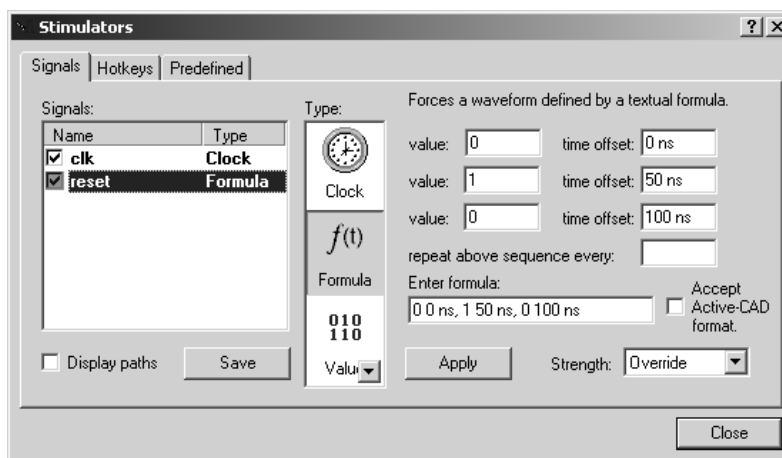

Рис. 3.29
поля value и time offset как показано на рис. 3.29 и нажмем кнопку Apply. В результате этого будет сформирован сигнал reset – прямоугольный импульс длительностью 50 ns с задержкой 50ns от относительно начала координат. При желании этот сигнал можно описывать и далее, вводя информацию непосредственно с поле Enter formula в том же формате. Введем в конец этого поля текст “ , 1 1us, 0 1.1us” как показано на рис 3.30, вновь нажмем кнопку Apply и закроем окно. Мы добавили к ранее описанному импульсу еще один длительностью 0,1 мкс и задержкой 1 мкс относительно начала координат.
3) Edit Mode - режим редактирования временных интервалов. Используя этот режим можно после моделирования откорректировать входные сигналы, затем в окне Stimulators (рис.3.29, 3.30) в колонке Type установить для этих сигналов тип Custom и нажать кнопку Apply. После этого можно выполнять моделирование с откорректированными сигналами;